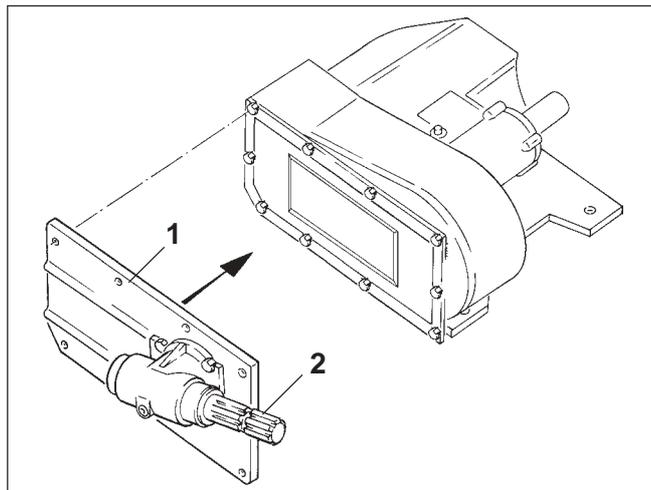
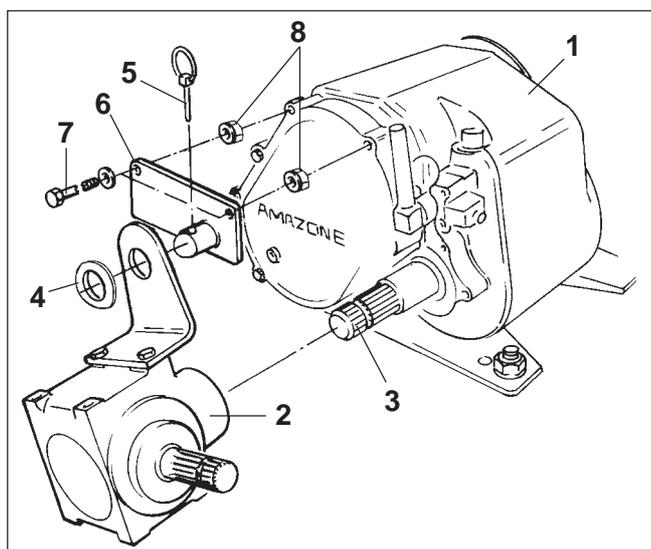
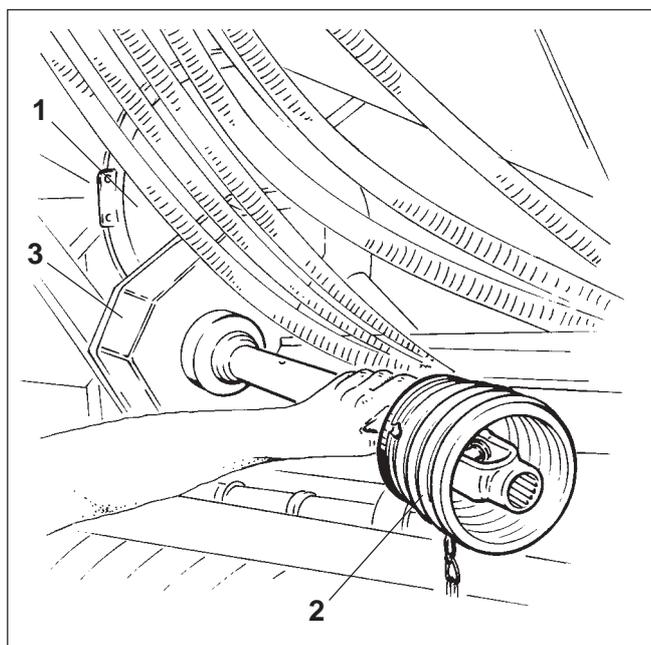

Fig. 11.1
Fig. 11.2
Fig. 11.3
Wird die AD-P in Kombination mit einem AMAZONE-Kreiselgrubber oder einer AMAZONE-Kreisellegge mit Wechselrad- (Fig. 11.1) oder Schalthauptgetriebe (Fig. 11.2/1) eingesetzt, kann das Gebläse (Fig. 11.3/1) der AD-P mit der konstanten Schlepperzapfwelldrehzahl über das Hauptgetriebe angetrieben werden. Erforderlich ist die Ausrüstung des Hauptgetriebes mit einem Winkelgetriebe,
- beim **Wechselradhauptgetriebe** (siehe Betriebsanleitung zum Kreiselgrubber) durch Austausch des Getriebedeckels (Fig. 11.1/1).
- beim **Schaltheauptgetriebe** ist das Winkelgetriebe (Fig. 11.2/2) auf die rückwärtige Zapfwelldurchtriebsschwelle (Fig. 11.2/3) des Getriebes aufzustecken und mit einer Scheibe (Fig. 11.2/4) und einem Klappstecker (Fig. 11.2/5) zu sichern. Halterung (Fig. 11.2/6) zuvor am Getriebedeckel mit längeren Skt.-Schrauben (Fig. 11.2/7) befestigen. Die Skt.-Muttern (Fig. 11.2/8) dienen als Distanzstücke.
Bevor Sie die Gelenkwelle (Fig. 11.3/2) am Winkelgetriebe (Fig. 11.1/2 bzw. Fig. 11.2.2) anschließen,
Der Riementrieb (Fig. 11.3/3) ist mit einer Fliehkraftkupplung ausgerüstet.